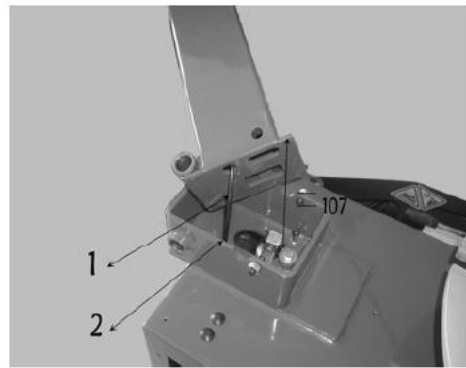

Рис. 5
3.2.3 Поднимите стойку, вставьте шланг PU (Рис. 5-1) в корпус стенда через отверстие. Отрегулируйте положение вертикальной стойки, совместите отверстия дистанционной детали оси (Рис. 6-1) на вертикальной стойке с отверстиями дистанционной детали оси на кронштейне (Рис. 6-2). Снимите болт и шайбу на одной стороне оси (Рис. 3-1), вставьте ось в отверстие (Рис. 5), конец оси должен находиться на расстоянии 1 мм от плоскости дистанционной детали оси, установите дистанционную деталь на болт M16x25, затем вставьте болт в отверстие M16, момент затяжки должен быть 70 Нм, обе стороны должны быть стянуты.